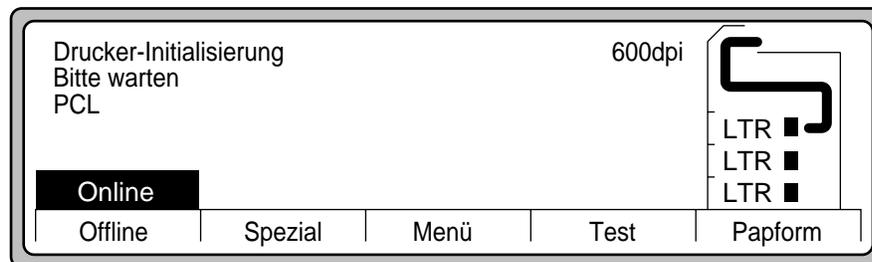

Abbildung 4-46 Druckerinitialisierung
10. Nach dem Zurücksetzen des Hauptsteuerprogramms erscheint die in Abbildung 4-46 dargestellte Anzeige.